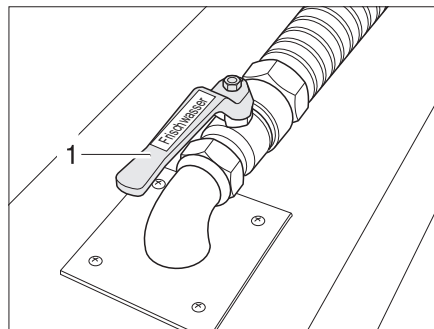

Fig. 238 Robinet de vidange dans le double plancher
Le robinet de vidange (Fig. 238,1) se trouve dans le double plancher. Le robinet de vidange est désigné par l'inscription "Frischwasser" ("Eau fraîche").
- Ouvrir le robinet de vidange (Fig. 238,1). L'eau s'écoule.